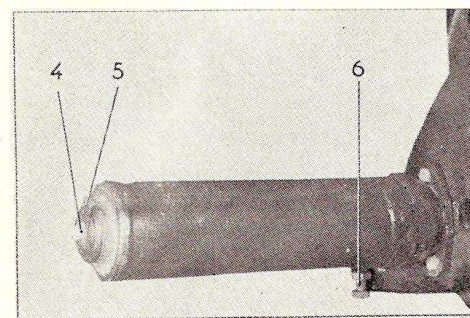

Fig. S 2.
S'assurer que la vis (6, fig. S.2), de réglage des hauteurs est desserrée à fond et que le levier est en appui sur le support de la vis (6).